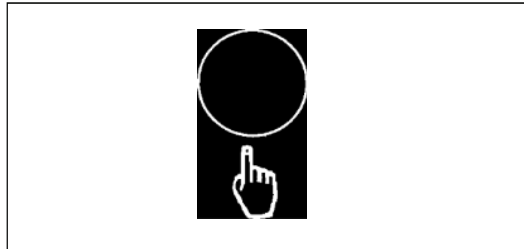

Abbildung 17
1. Drücken Sie und halten Sie die grüne One-Touch-Taste (Abbildung 17) nieder, bis die Maschine einen *doppelten Summton* von sich gibt. **HINWEIS: Dieser Vorgang dauert ungefähr 10 Sekunden.**